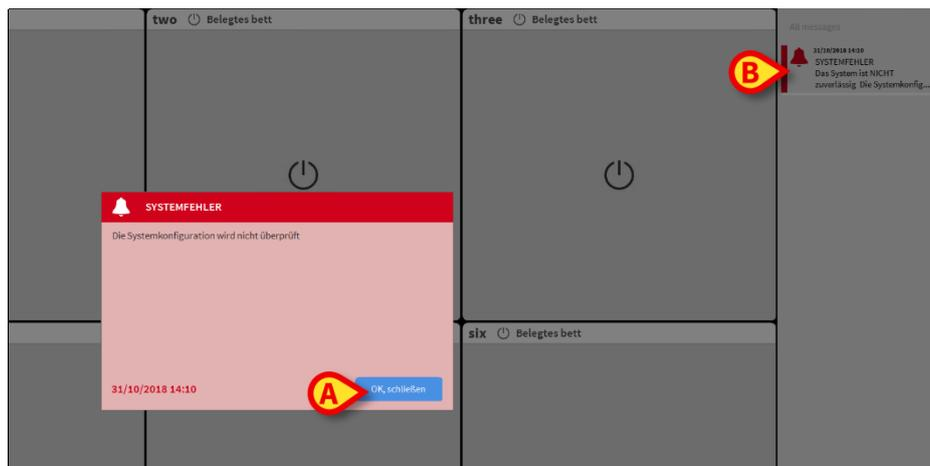

Abb. 2 - System nicht zuverlässig (Desktop)
- Klicken Sie auf **Ok, Schließen** in der Benachrichtigung, um sie zu bestätigen (Abb. 2 **A**).